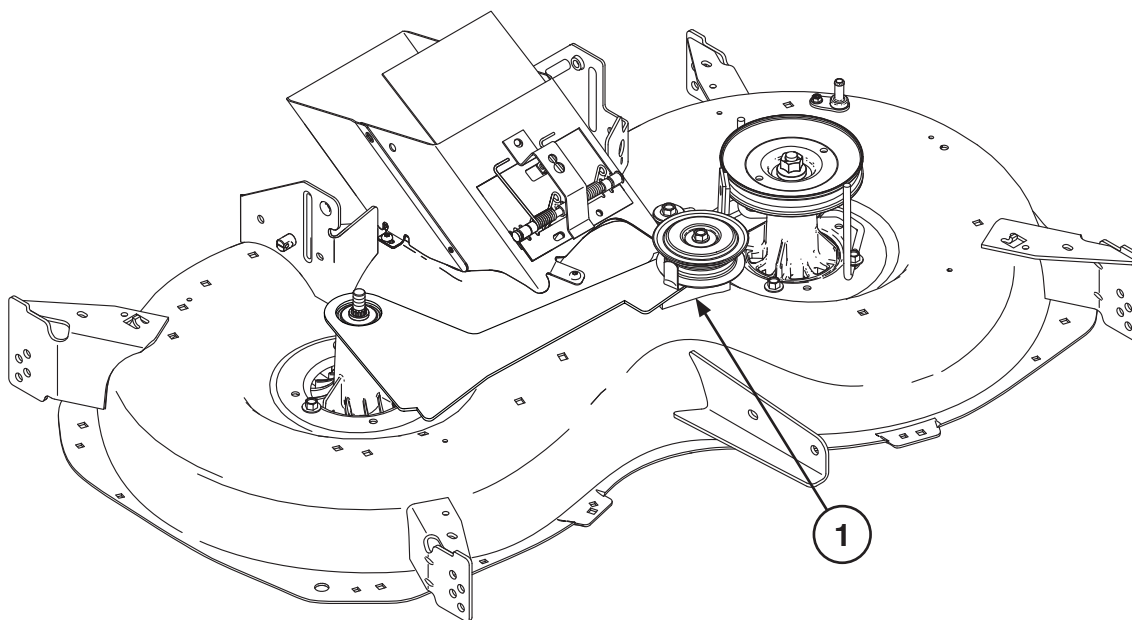

Fig. 3
- Ⓔ 5. Bolt template into stationary idler pulley bracket (1) (Fig. 3).
- Ⓓ 5. Schrauben Sie die Schablone in die Halterung der feststehenden Riemenscheibe (1) (Abb. 3).
- Ⓕ 5. Boulonnez le gabarit dans le support de la poulie guide stationnaire (1) (Fig. 3).
- Ⓔ 5. Fije la plantilla en el soporte de la polea tensora fija (1) (Fig. 3).
- Ⓘ 5. Avvitare la dima sulla staffa della puleggia del galoppino (1) (Fig. 3).
- Ⓐ 5. Zet de sjabloon met bouten vast aan de steun van de geleidepoelie (1) (afb. 3).